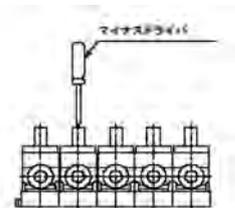

図1 省スペースを優先したマニホールド設置
13. 省スペース優先でマニホールド設置される場合は、手動での操作が若干行いにくくなります。つまみ上部の“ー”を使用してドライバ等で操作することをおすすめします。(※図1)